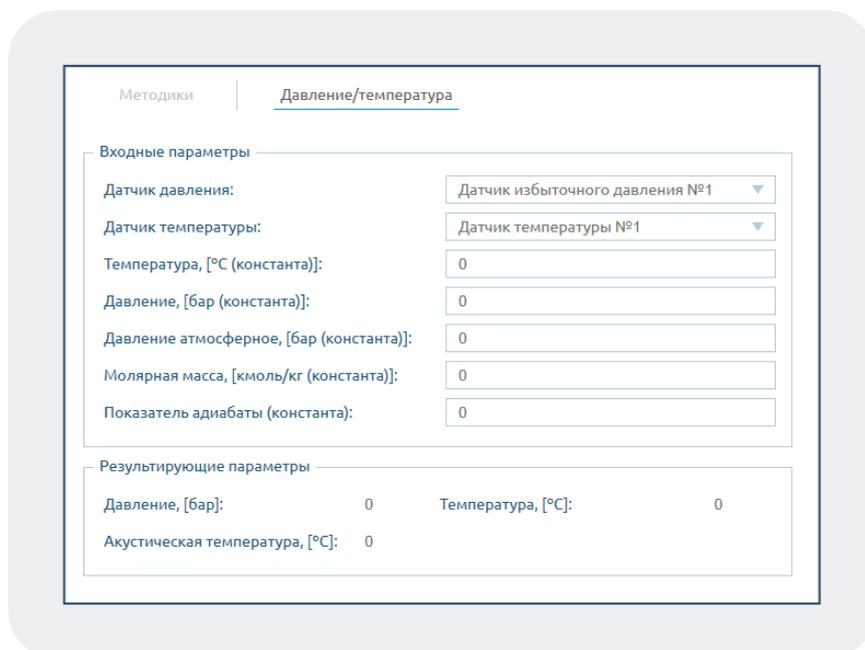

Рисунок 30 – Параметры давления/температуры
- настроить значения давления и температуры в месте эксплуатации (установить фиксированные значения или указать датчики, с которых будут считываться параметры) (рис. 30);